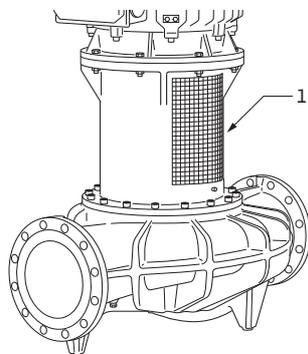

Fig. 31: Disposizione della targhetta dati della pompa
La fig. 31, pos. 1 indica la disposizione della targhetta dati della pompa.